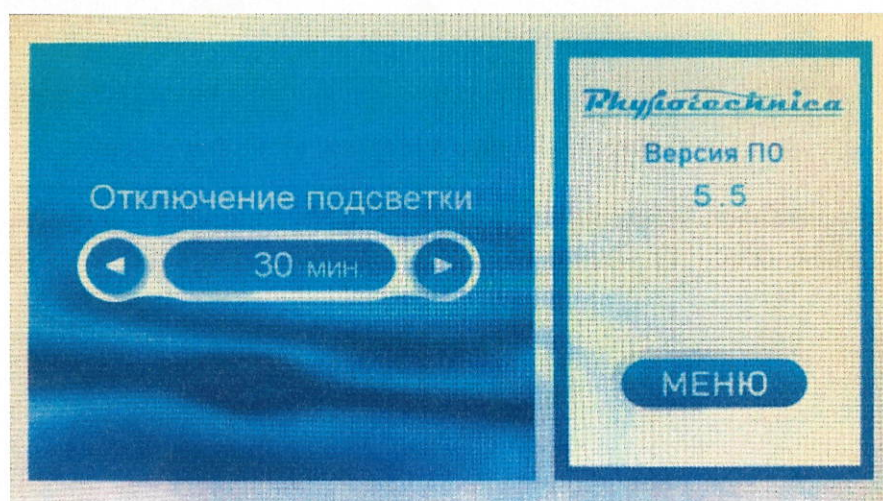

Рис. 18. Меню настроек «Заставка»
8.10. Раздел «Заставка» (Рис. 18) позволяет настроить время, через которое дисплей ванны перейдет в «Режим сна».